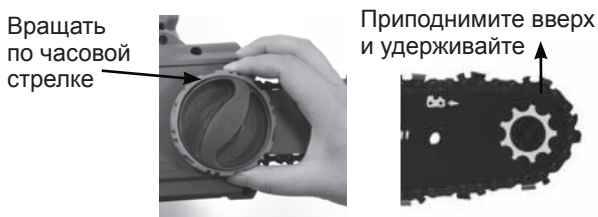

Рис.8
1. Приподнимите передний конец шины вверх, и, удерживая его, вращайте наружное кольцо натяжителя цепи по часовой стрелке (Рис.8).